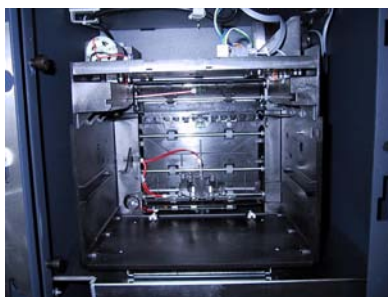

Figura 7. El dispensador en el monte giratorio en la posición de servicio de la cassette.
- Refiérase a la Figura 7. Ponga el mecanismo que dispensa en la placa giratoria en la posición del servicio del cassette (con la abertura para los cassettes dinero y rechace frente al frente cuando usted examine el gabinete de seguridad(valor)).